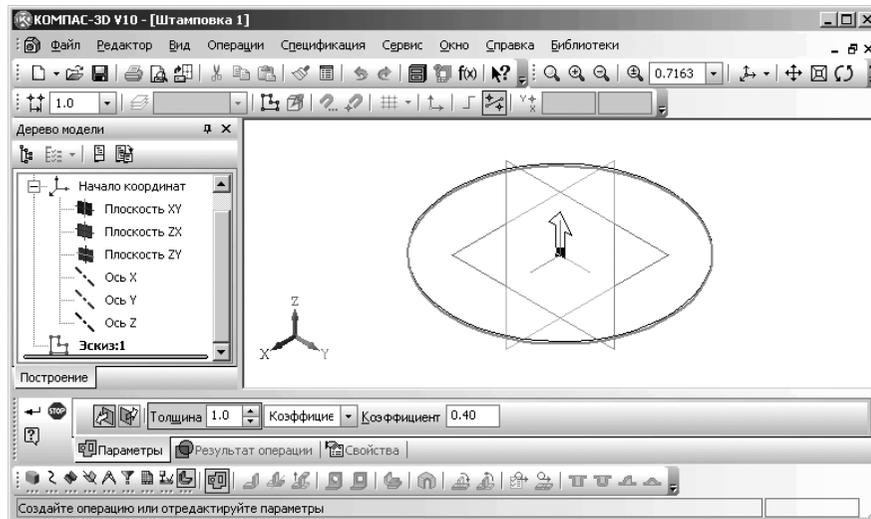

Рис. 7.76. Состояние системы в режиме создания листового тела
- щелкните в **Компактной панели** по кнопке переключателя  – **Элементы листового тела**, а затем в появившейся панели инструментов по кнопке  – **Листовое тело**. Появится соответствующая **Панель свойств: Листовое тело**. Одновременно появится фантом листового тела. Это состояние системы показано на рис. 7.76;